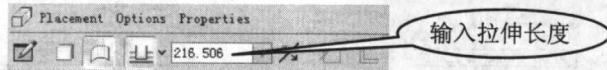

图 1-15
(11) 对于拉伸来说，可以在操控面板中输入拉伸长度，如图 1-15 所示。